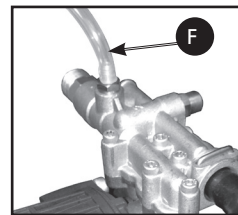

Figura 19
1. Verifique que la manguera del sifón de detergente (Figura 19) esté colocada en el conector arponado ubicado cerca de la conexión de la manguera de alta presión de la bomba, como se muestra.